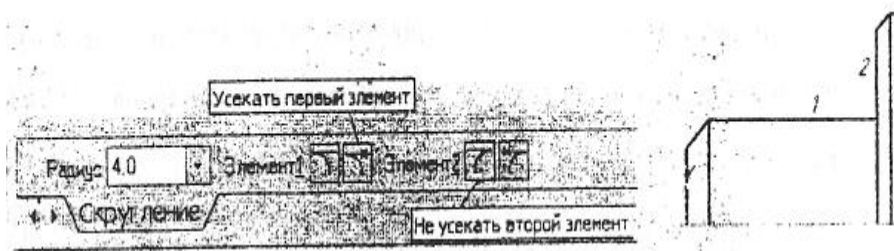

Рисунок 4 - Вид строки после задания параметров
При построении в качестве первого элемента скругления выберите горизонтальный отрезок (1), затем вертикальный (2) (см. рисунок 4).